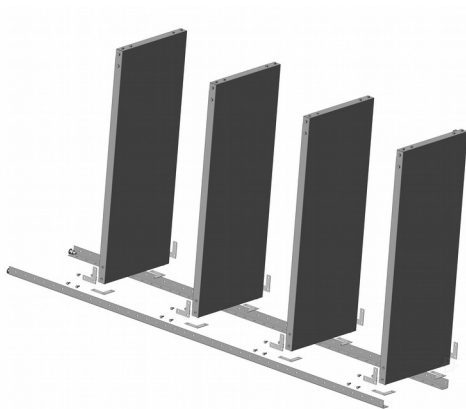

Рис.1
5.2. Соединить стойки с полками с помощью винтов, шайб и гаек через крепежные уголки (Рис.1,2). Нижнюю полку закрепить на стойках не выше 150 мм от пола.